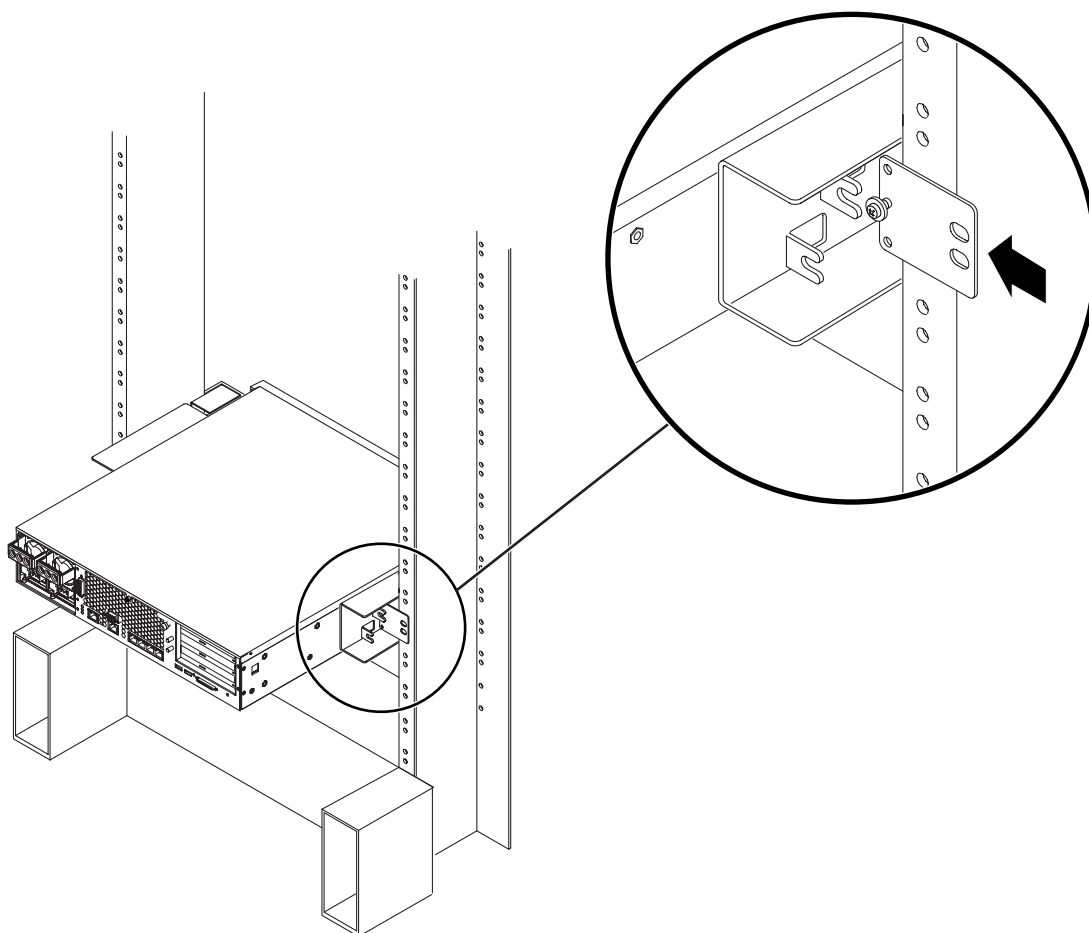

BILD 3-28 Installera fästplåten i sidoskenan
- b. Skjut in fästplåten så att skruven skjuts in i något av hålen. Skruvens huvud ska vara riktat mot serverns baksida och den andras sidan av fästplåten ska ligga framför rackbenet (BILD 3-28).
- c. Skruva åt skruven så att fästplåten sitter fast i hålet på sidoskenan (BILD 3-28).